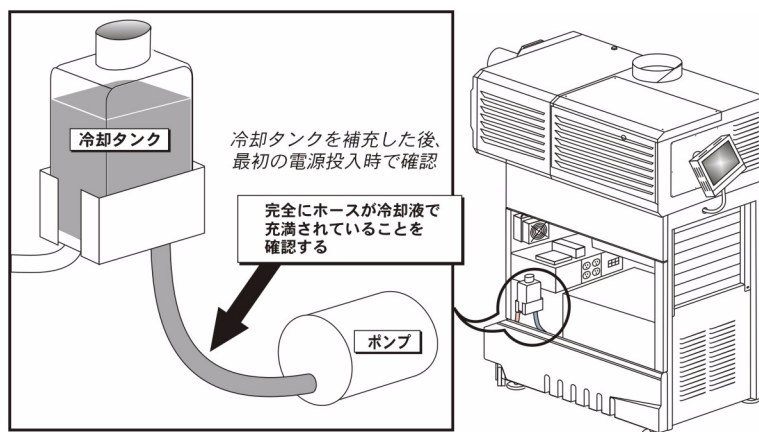

図 2-34 エアロック問題についてホースを確認する
4. 冷却システムのエアロックを確認します。最後の充満または冷却タンク補充の後、次の電源投入時にはタンクからポンプまでのホースが完全に充満されていることを確認してください（図 2-34）。